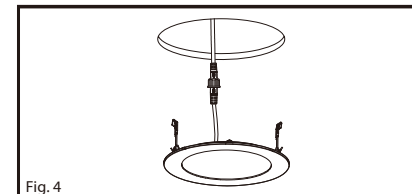

Fig. 4
7. Pull the spring clips on the fixture up and through the cut-out. Spring clips should close above the ceiling and secure recessed LED panel in place. (Fig. 4)
7. Tirez les pinces à ressort de l'appareil vers le haut et à travers la découpe. Les clips à ressort doivent se fermer au-dessus du plafond et sécuriser le panneau LED encastré en place. (Fig. 4)